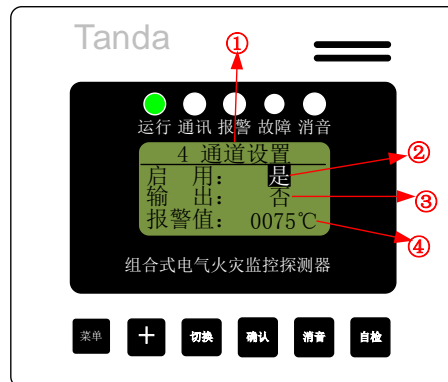

图 16 通道设置界面
在此界面下，按“切换”键选择需要修改的通道；按“确认”键进入该通道的设置界面，进行相关设置，如图 16 所示：
- ① 表示当前设置某个通道参数。图 16 表示设置 4 通道的参数。
- ② 表示该通道是否被启用。“是”表示启用该通道，“否”表示关闭该通道。
- ③ 表示该通道是否控制继电器。“是”表示控制继电器（继电器处于工作状态，即 COM 与 NC 断开，COM 与 NO 连通），“否”表示不控制继电器（继电器处于正常的常开常闭状态，即 COM 与 NC 连通，COM 与 NO 断开）。
- ④ 表示该通道的阈值参数；